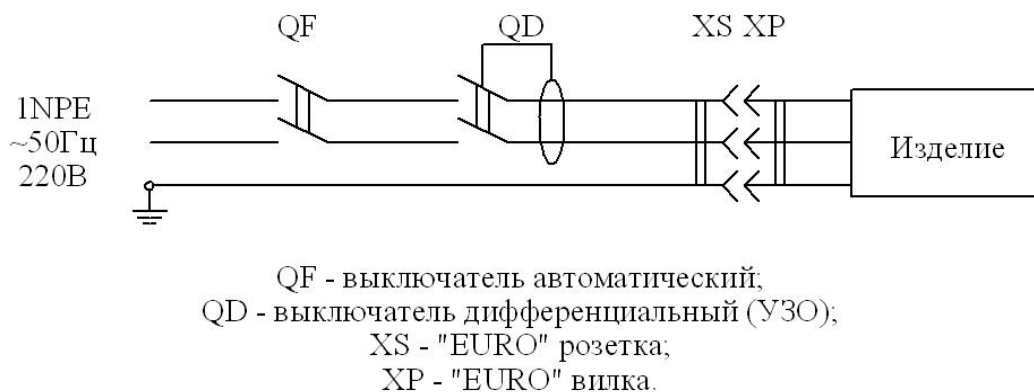

Рис. 1. Схема подключения изделия к электросети
6. 4. Изделие подключать к питающей электрической сети (рис. 1) через автоматический выключатель электромагнитной защиты и дифференциальный выключатель (УЗО). Выбор автоматического выключателя: с номиналом уставки по току 6,3А, у дифференциального выключателя номинальный ток должен быть выше номинального тока автоматического выключателя и номинальный отключающий дифференциальный ток 30 мА.